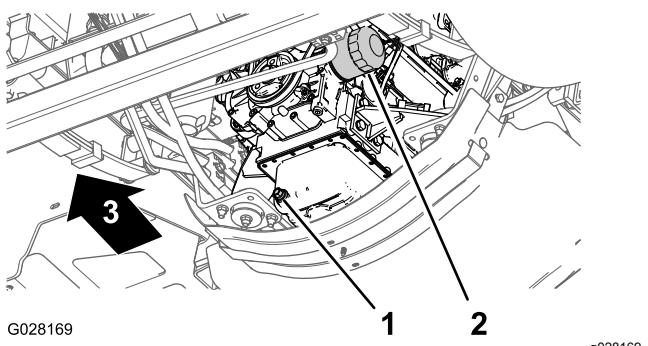

Figura 112
- Coloque un recipiente de drenaje debajo del filtro de aceite del motor (Figura 112).
- Retire el filtro de aceite usado (Figura 112).
8. Instale el filtro de aceite en el adaptador de filtro, gire el filtro de aceite en sentido horario hasta que la junta de goma entre en contacto con el adaptador del filtro, luego apriete el filtro media vuelta más (Figura 112).
1. Coloque un recipiente debajo del tapón de vaciado (Figura 112).
2. Retire el tapón de vaciado (Figura 112) y deje que el aceite se drene completamente.